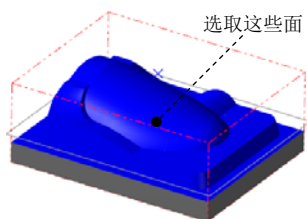

图 17.4 选取加工面
(1) 选取加工面。在图形区中选取图 17.4 所示的面（共 45 个），单击 **Enter** 键，系统弹出“刀具路径的曲面选取”对话框。